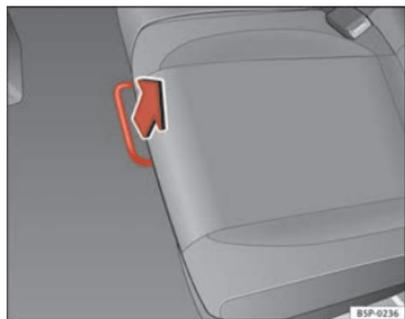

Fig. 98 Barra de desbloqueo del asiento posterior
- En la posición sentado, desbloquee la palanca en el sentido de la flecha ⇒ fig. 98.